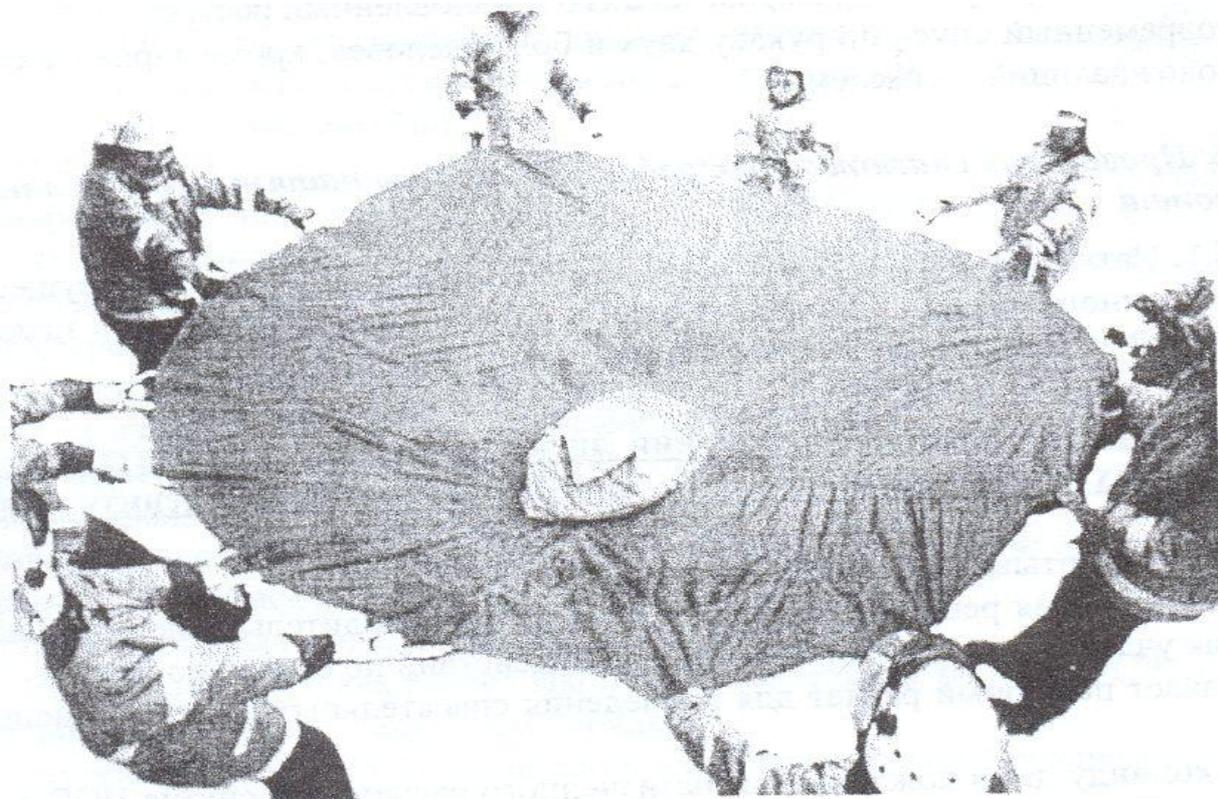

Рис.31 Развертывания полотна для эвакуации людей
25.6.1. Натяжное спасательное полотно (НСП) предназначено для осуществления экстренного спасения людей из окон и с балконов при пожарах в зданиях ограниченной этажности (со 2-го этажа или с высоты 6 м) (Рис. 31).